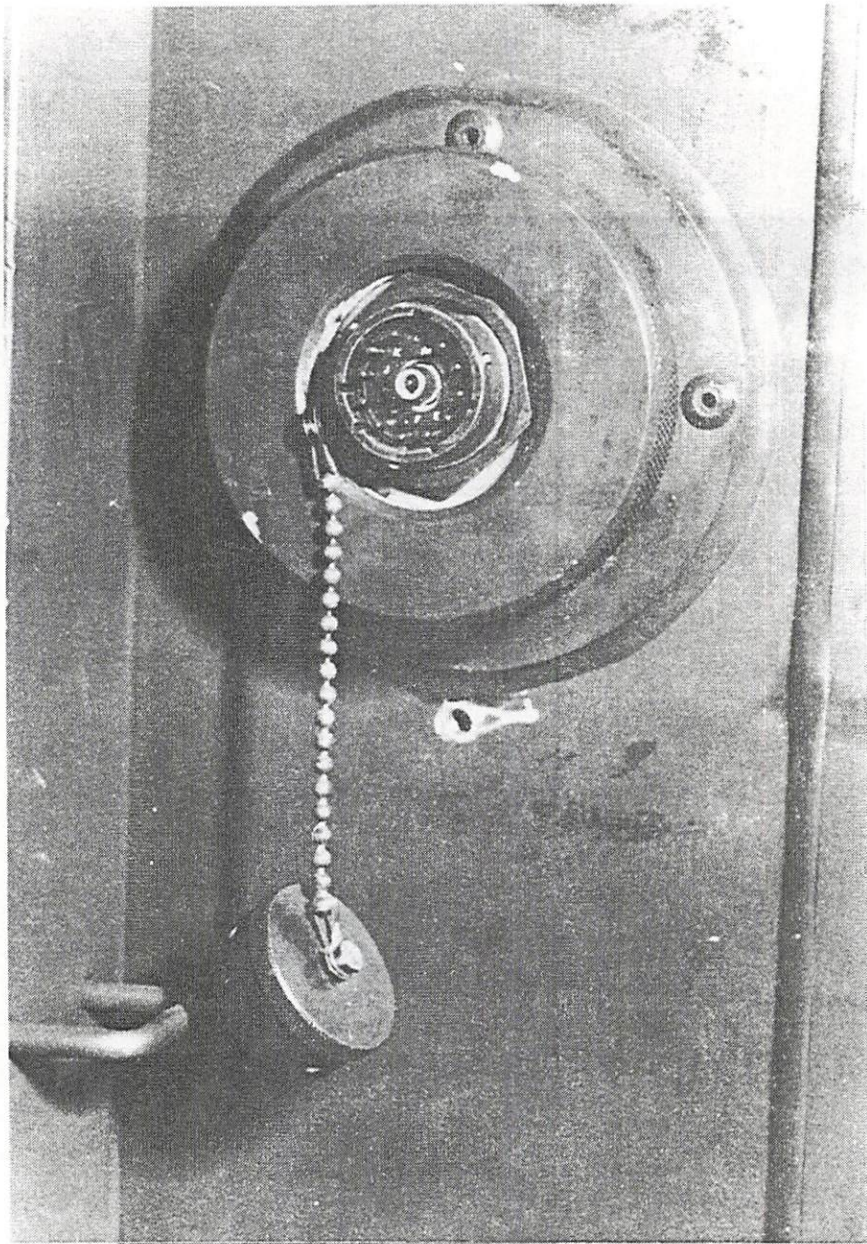

FIG.2.10 Antenne-aansluitpositie op de
- e. Buig het lipje waarmee de ketting van de stofkap vastzit naar voren (zie fig. 2.10).
- b. Plaats de dichtring en zet alles vast met de ronde moer van de antennedoorvoer. De situatie is nu zoals aangegeven in fig. 2.10. Plaats de stofkap op de antenneaansluitconnector.